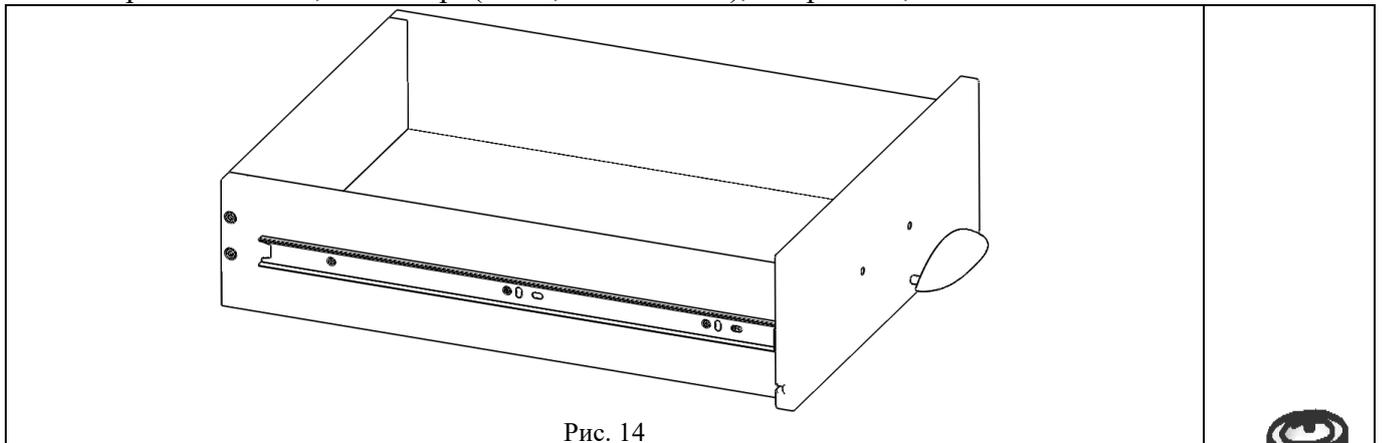

Рис. 14
4.2.7. В стенку переднюю вставить ручку ящика (поз.1, пакет №13а) и закрепить саморезами с прессшайбой 4,2x25 остр. (поз.2, пакет №13а), см. рис. 14, 14а.
Рис. 14а